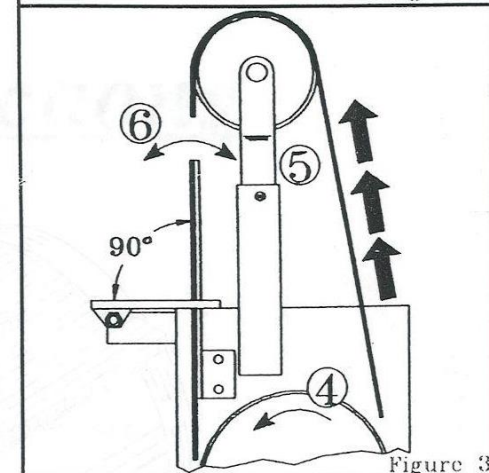

Figure 3
- 4-Si vous utilisez un moteur autre que celui vendu avec la ponceuse, assurez-vous de son sens de rotation (Fig.3 (4)). Si vous devez en inverser le sens, débrancher le moteur et suivre les instructions fournies avec le celui-ci.
- 5-Placer le ressort dans le tube, insérer ensuite la fourchette (Fig.3 (5)). Placer la courroie en s'assurant que son sens de rotation est correct : une flèche à l'endos de la courroie l'indique.
- 6-Ajuster le sabot (Fig.3 (6)) dans une position perpendiculaire avec la table et de façon à ce que la courroie soit tendue.
- 4-If you don't use the motor sold with the sander-grinder, make sure of its rotation direction (Fig.3 (4)). If you have to change the direction, disconnect the motor and follow its installation instructions.
- 5-Place the spring in the tube followed by the wheel mount (Fig.3 (5)). Put on the belt. Check its rotation direction: an arrow at the back of the belt show the direction.
- 6-Adjust the flat platen (Fig.3 (6)) in a perpendicular position with the table to obtain forward tension on the belt.